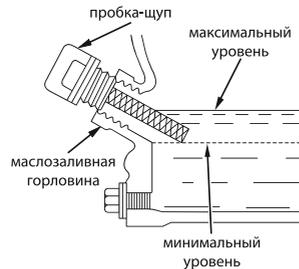

Рис. 5
- вновь вывернуть пробку-щуп и извлечь ее из маслосливной горловины, проверить уровень масла по отметкам на щупе. В случае недостаточного уровня масла, медленно долить масло до нужного уровня по меткам на щупе или до края маслосливной горловины (см. рис. 5);